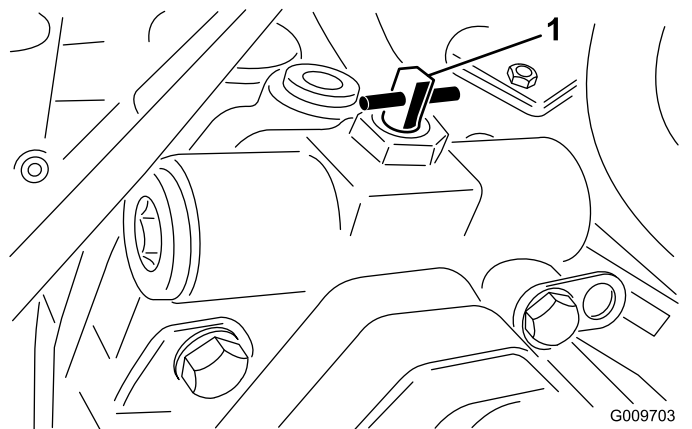

図 77
3. バイパスバルブを右または左に90°回転4分の1回転させるとバルブが開いて内部でバイパスが形成される 図 77。